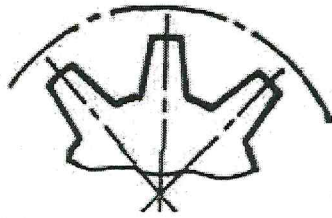

Рис. 13.
**64. Для какой цепи предназначена звездочка, изображенная на рис. 13?**